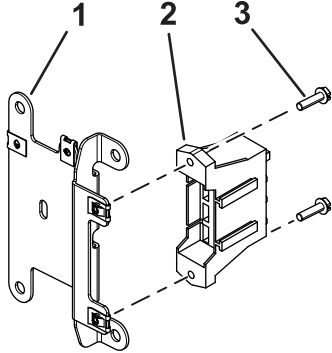

Figure 3
3. Fixez le porte-fusibles du faisceau sur la plaque de montage à l'aide de 2 vis (n° 10 x ¾ po), comme montré à la Figure 3.